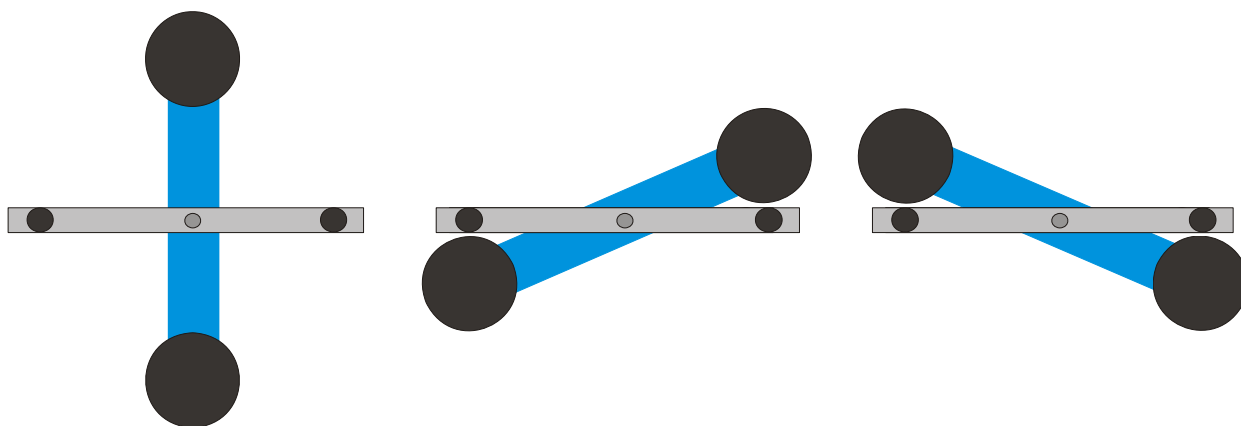

Fig. 6 Posizioni dell'asta sospesa esterna (visione dall'alto) sinistra: posizione 1, centrale: posizione 2, destra: posizione 3
- Collocare le sfere di piombo grandi sull'asta sospesa esterna in posizione 1 (vedere Fig. 6) e attendere fino a quando le oscillazioni sono cessate (osservazione dell'indicatore luminoso). Eventualmente calibrare il punto zero.